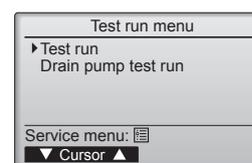

Fig. 7-2
- ② Dans le Menu test de fonctionnement, sélectionnez "Test run" (Test fonctions) puis appuyez sur la touche [CHOIX]. (Fig. 7-2)
- ③ Le test fonctions démarre et l'écran Test fonctions s'affiche.
#### 7.3. Auto-vérification (Fig. 7-2)